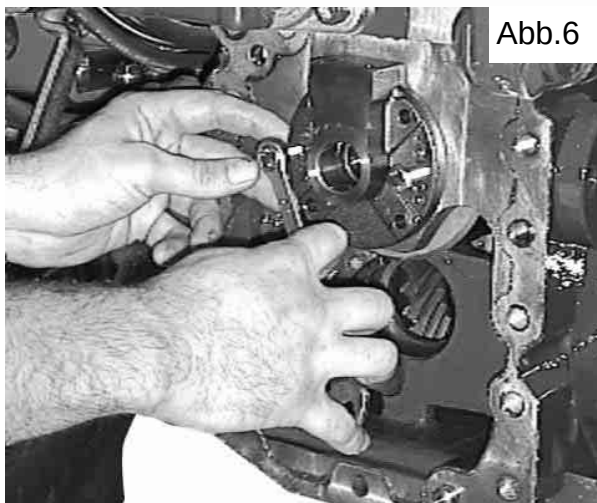

Abb.6
- Während man die Welle auszieht oder danach durch Lockern der Schrauben, die den Verteilerflansch wie in Abb. 6 befestigen, kann man die komplette Welle herausziehen, wie in Abb. 7 gezeigt, und die Quadring-Dichtungen von Abb. 8 (Teil Q) bequemer auf der Prüfbank ausbauen.
In Abb. 6, wo das Zahnrad auf den Triebbling montiert wird, das Blech zum Befestigen der Ringmutter und die Ringmutter montieren.